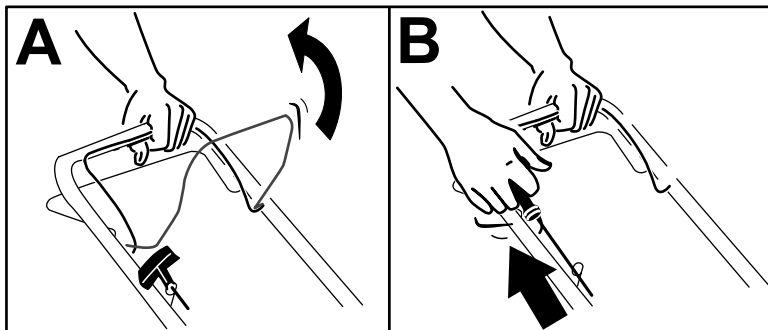

Figura 12
1. Sujete la barra de control de las cuchillas contra el manillar (Figura 12, A).
2. Tire del arrancador de retroceso (Figura 12, B).